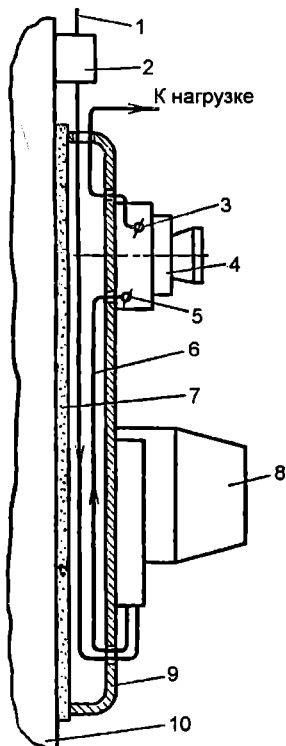

Рис. 24. Подсоединение квартирного щитка:
**Монтаж щитка.** Ниже приводится пример монтажа квартирного щитка с предохранителями. Панель щитка штампуют из стали или пластмассы размером  $360 \times 170 \times 27$  мм. В верхней части панели размещают предохранители, под предохранителями устанавливают счетчик. Счетчик крепят тремя винтами. В нижней части щитка под счетчиком имеются четыре отверстия, обрамленные пластмассовыми втулками для ввода проводов к зажимному устройству счетчика. Щиток (рис. 24) монтируют после завершения работ по устройству внутренней электропроводки в доме и ввода в здание от воздушной линии.